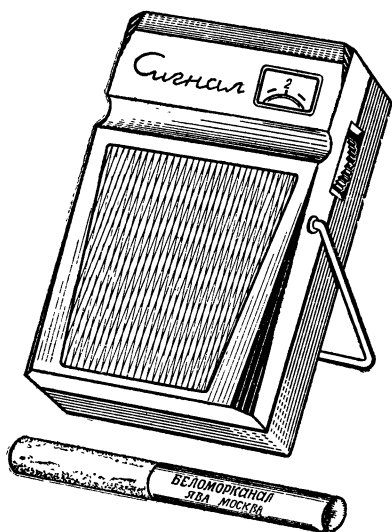
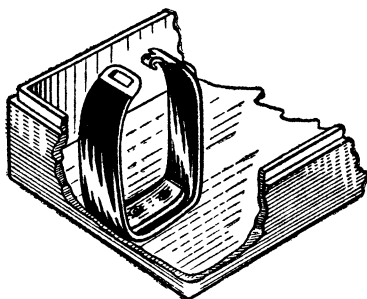

Рис. 19. Внешний вид приемника «Сигнал».
Рис. 24. Конструкция крепления батареи питания.
**Краткая характеристика.** Приемник, внешний вид которого показан на рис. 19, собран из стандартных распространенных деталей, включая шесть транзисторов и один полупроводниковый диод. Его рабочий диапазон — средние (200—550 м) или длинные (750—2000 м) волны, выбирается по желанию радиолюбителя. Настройка в пределах диапазона плавная.
ров 7Д-0,1. Конструкция крепления показана на рис. 24. Кроме установки крепления для батареи, в готовом футляре необходимо сделать отверстия для ручек настрайки, регулятора громкости, для шкалы и громкоговорителя. Их размещение хорошо видно на рис. 19. Отверстие для шкалы закрывают пластинкой из прозрачного оргстекла толщиной 1—1,5 мм, приклеив его к крышке футляра дихлорэтаном. Если радиолюбитель располагает металлической сеточкой, то ею можно задрапировать отверстие для громкоговорителя, что придает футляру более совершенный вид. При желании можно сделать и этикетку. Ее следует выгравировать, а углубления в материале залить нитрокраской.